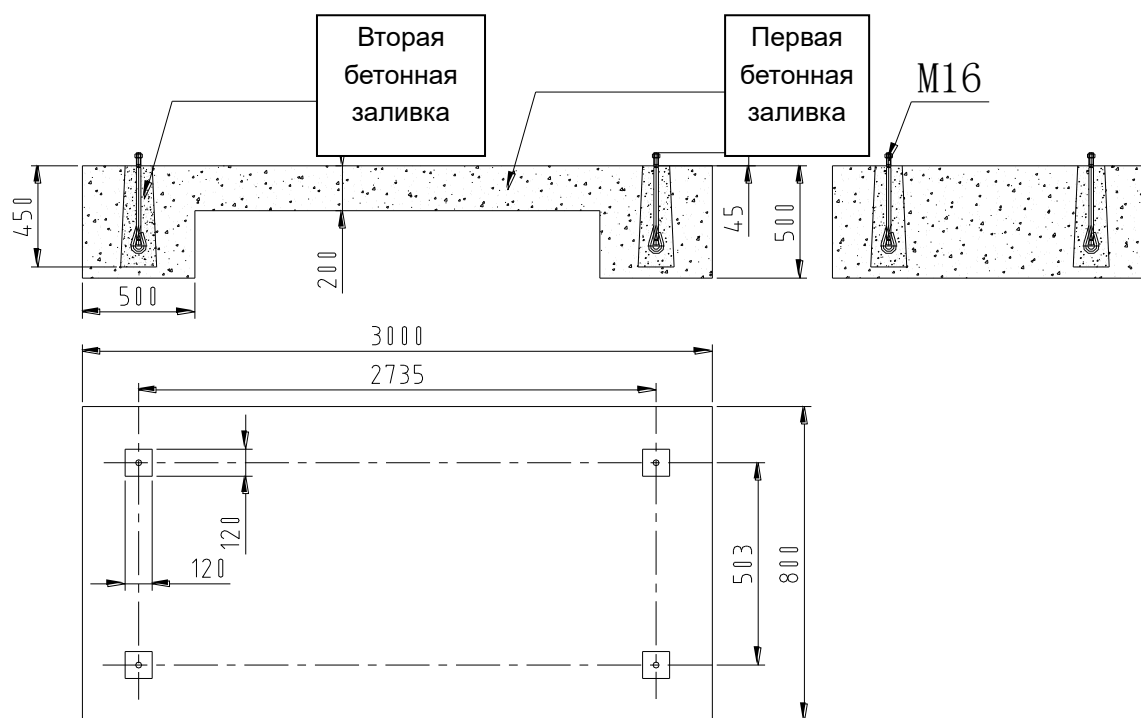

Рисунок 2
- 2) Установка: Выполните бетонную подготовку в четырех отверстиях для заземления глубиной более 500 мм, см. рисунок 2.